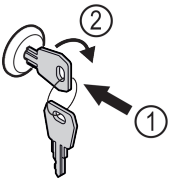

Fig. 157
- ▶ Įspauskite raktą Fig. 157 (1).
- ▶ Pasukite raktą 90° pagal laikrodžio rodyklę Fig. 157 (2).